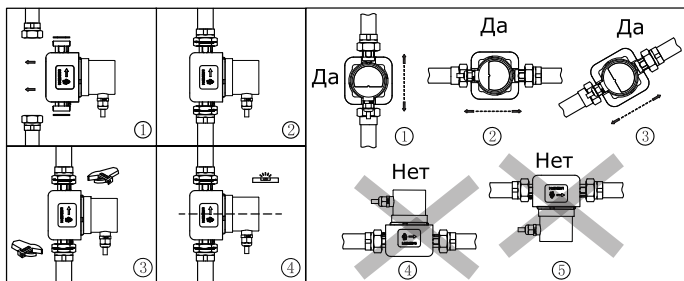

Рис.3 Установка циркуляционного насоса
- Вал двигателя циркуляционного насоса должен располагаться строго в горизонтальном положении (**см. Рис.3**).